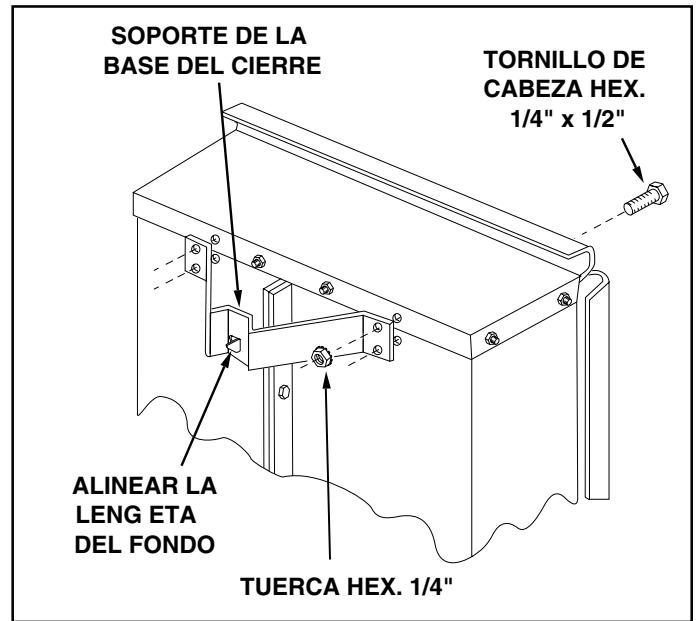

FIGURA 7
11. Gire el soporte de la base del cierre, de modo que la lengüeta de alineación quede en la parte de atrás (parte inferior) del soporte. Monte el soporte de la base del cierre en el carrito utilizando cuatro tornillos con cabeza hexagonal 1/4"x 1/2" y tuercas hexagonales 1/4". **APRIETE.** Vea la figura 7.